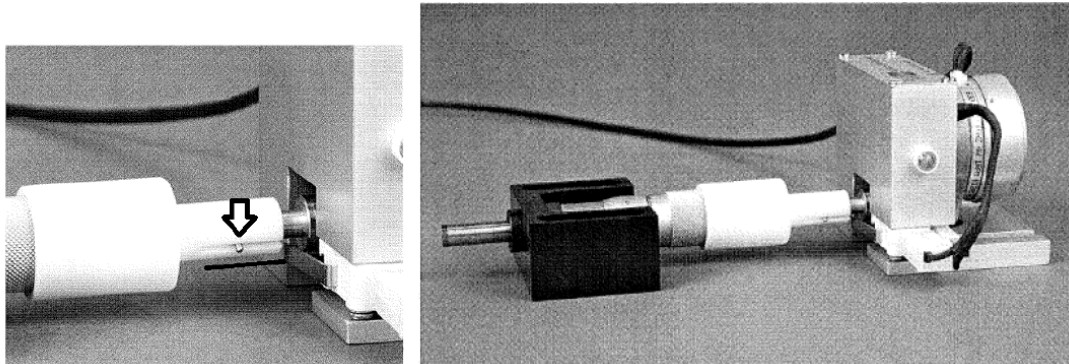

Figure 9 : Connecter le moteur au micromètre tout en laissant suffisamment de place pour l'adaptateur plastique.
- Connectez le moteur DC au bout du cylindre du micromètre [figure 8]. Le moteur à une vitesse de rotation de 1 tpm et tourne dans une direction seulement. Cela signifie que vous devez régulièrement desserrer le support du moteur, le détacher du micromètre, remettre le micromètre en position initial et remettre le moteur en place. Il y a un interrupteur de protection qui arrête le moteur si le cylindre du micromètre se rapproche trop du moteur afin d'éviter une collision. Faites également attention d'adapter DELICATEMENT le moteur dans l'adaptateur de plastic blanc sur le micromètre. Ne pas toucher les extrémités afin de lui permettre de s'étendre librement lors de la rotation [figure 9].